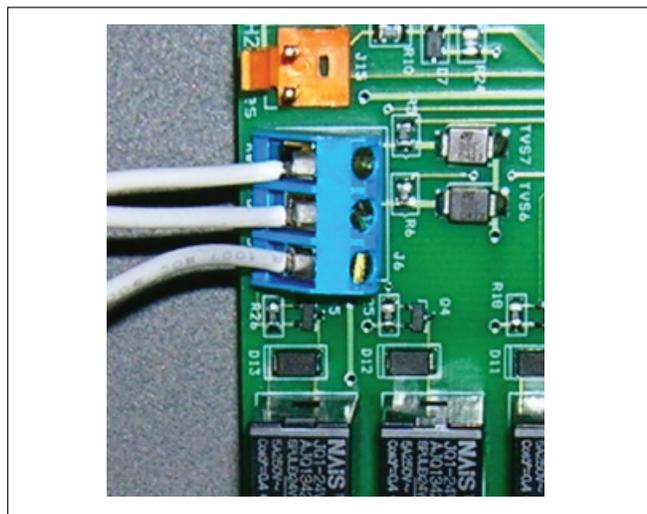

Figure 25. Connexion à un sélecteur à distance « Pool-Off-Spa » (Connexion à 3 fils)
4. Connecter les câbles du système de commande de la piscine ou du spa à la borne de la télécommande du réchauffeur. Voir figure 25.